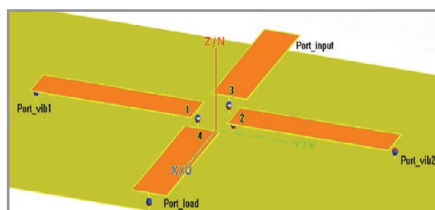

Рис. 4. Фрагмент физического включения ИС с портами 1–4 в активную антенну
Два порта структуры двухпортовой антенны должны возбуждаться в противофазе, поэтому одним из вариантов возбуждения антенны «бабочка» является её подключение к двум источникам сигналов, сдвинутых по фазе на 180° . С этой целью в порты питания антенны устанавливается микросхема (см. рис. 4). Чтобы получить антенну «бабочка» с линейной поляризацией, используем микросхему, S -параметры которой описываются выражением (2). Это – идеальный делитель мощности, сдвигающий фазы на портах 2 и 3 на 180° .